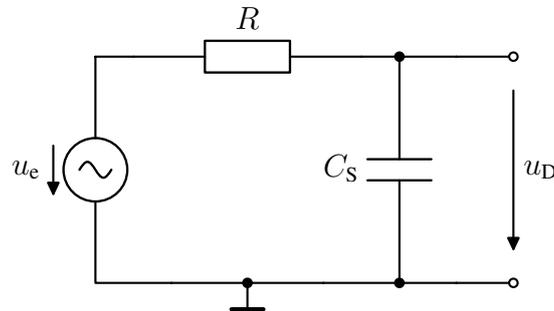

Abbildung 18: Vereinfachtes Kleinsignalersatzschaltbild der Diode.
b) Das Kleinsignalersatzschaltbild kann wie in Abbildung 18 vereinfacht werden. Da die Diode im Sperrbereich betrieben wird, kann $r_D \rightarrow \infty$ angenommen werden. Die Kapazität im Sperrbereich wird außerdem von der Sperrschichtkapazität C_S dominiert.